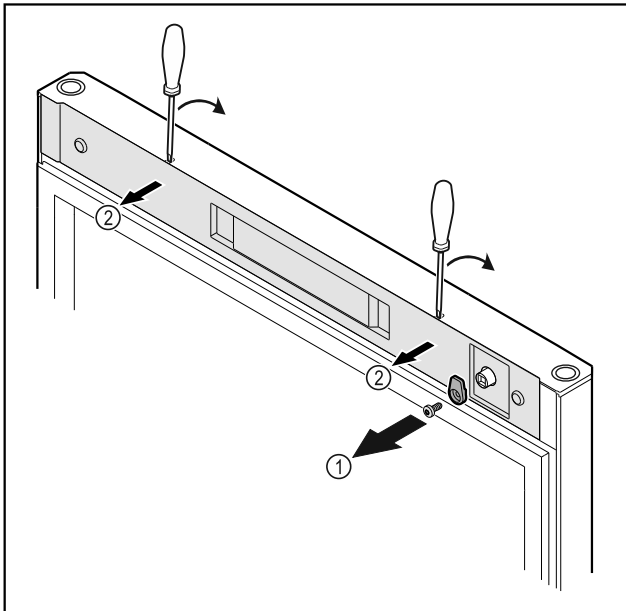

Fig. 14
- Sluithaak Fig. 14 (1) losschroeven.
- Afdekking Fig. 14 (1) met een kleine schroevendraaier losmaken en verwijderen.